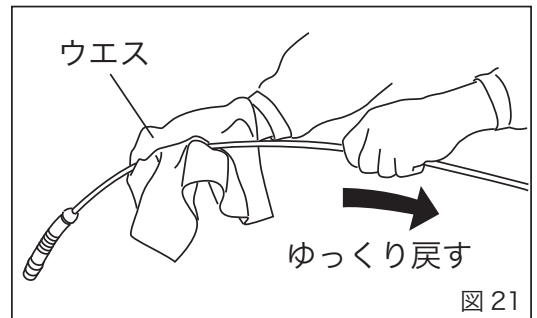

図 21
- ※戻す際にウエスを持ち、ケーブルに付着した水分を拭き取りながら戻してください。(図 21)